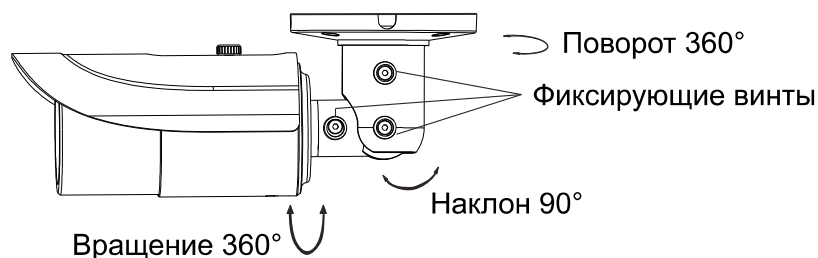

Рис. 5.3. Регулировка направления обзора
4. Отрегулируйте кронштейн. Прежде чем приступать к регулировке кронштейна, выведите изображение от видеокамеры на монитор. После этого ослабьте фиксирующее кольцо, чтобы оптимальным образом подстроить поле зрения видеокамеры, как показано на Рис. 5.3. Завершив регулировку направления обзора, затяните фиксирующее кольцо.